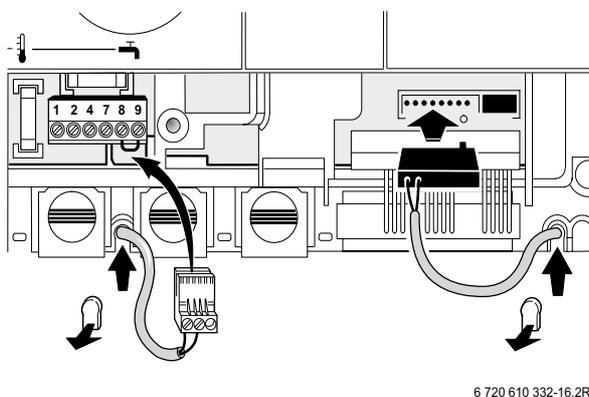

Fig. 20
- ▶ Utilizzare il sensore dell'acqua calda sanitaria, codice ordine 8 714 500 034 (sensore Ø 6 mm, Fig. 20)